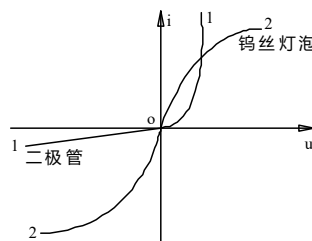

图 2
(3) 非线性电阻元件的伏安特性不是一条通过原点的直线，所以元件上电压和元件电流之间不服从欧姆定律，而元件电阻将随电压或电流的改变而改变。有些非线性电阻元件的伏安特性还与电压或电流的方向有关，也就是说，当元件两端施加的电压方向不同时，流过它的电流完全不同，如晶体二极管、发光管等，就是单向元件，见图 2。